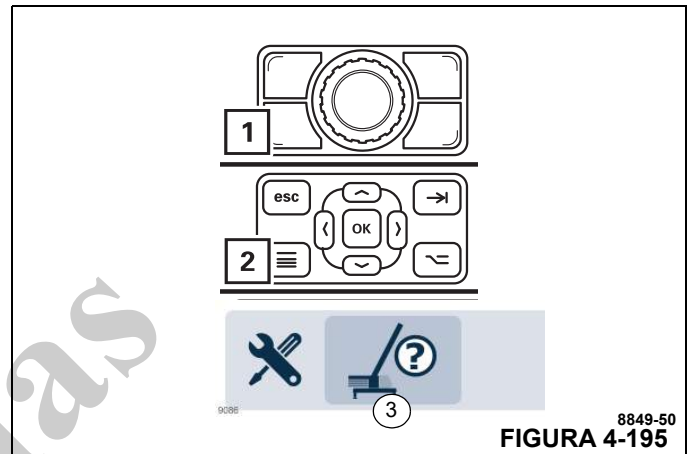

FIGURA 4-195
Se precisar corrigir os valores, pressione o botão (1, Figura 4-195) ou (2) e abra o menu Inserir modo de montagem (3).